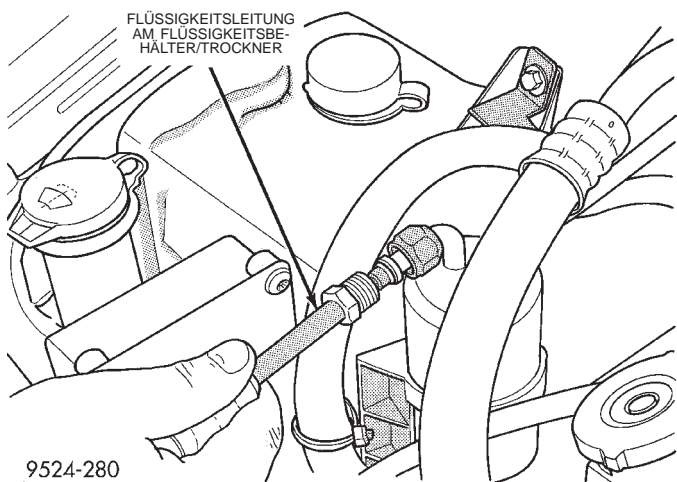

Abb. 64 Flüssigkeitsleitung am Flüssigkeitsbehälter/Trockner
- (4) Flüssigkeitsleitung vom Flüssigkeitsbehälter/Trockner abbauen (Abb. 64).
- (5) Flüssigkeitsleitung aus dem Fahrzeug nehmen.